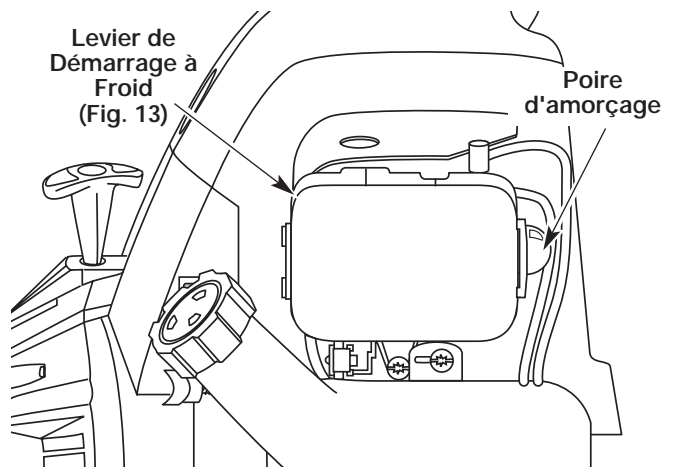

Fig. 11
4. Enfoncez complètement la poire d'amorçage et relâchez-la lentement 10 fois de suite. Vous devriez voir du carburant dans la poire (Fig. 11). Si vous ne voyez rien, appuyez jusqu'à ce que le carburant apparaisse.